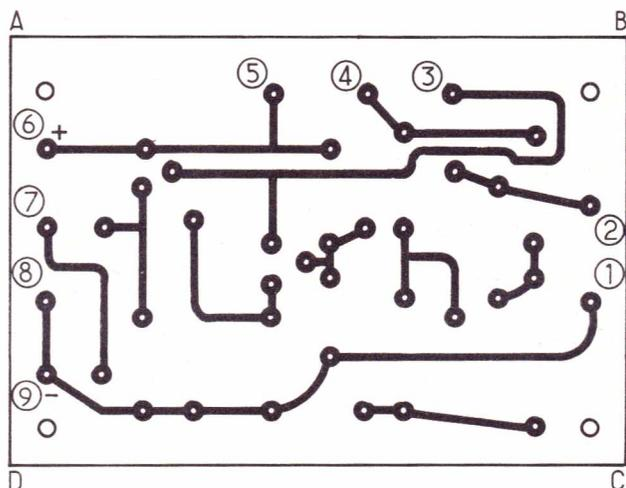
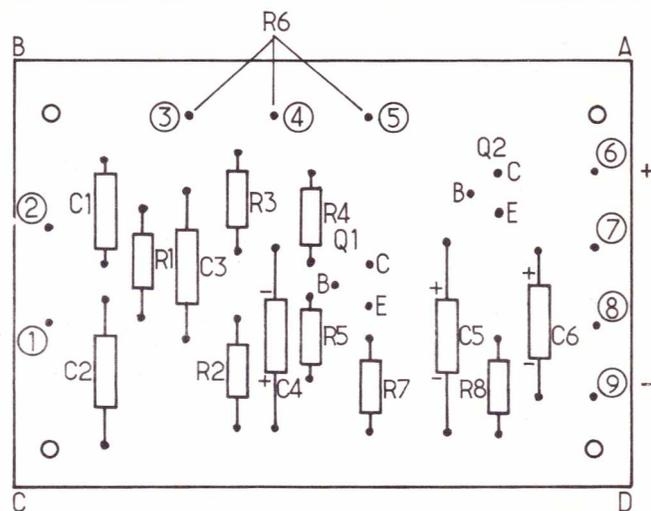
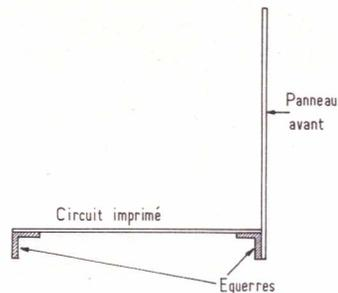

Figure 3
Figure 4
Figure 5
Les liaisons entre les deux plaquettes se feront aux points (1) à (9) comme on l'a précisé sur le schéma de la figure 1. Ces « points » sont représentés par des petits cercles noirs. Pour la platine, il faut réaliser un circuit imprimé conforme à celui de la figure 3. Actuellement, il existe dans le commerce des « kits » contenant tout ce qu'il faut pour réaliser soi-même des circuits imprimés, rapidement et économiquement.
Le plan de la figure 3 est celui de la face « cuivre » de la platine imprimée. Les « connexions » apparaissent en noir et la partie isolée en blanc. Les points de fixation sont représentés par les points A B C D qui permettent également le repérage des diverses connexions. La face vue sur la figure 3 est dite face « inférieure » ou face « cuivre ».
La même platine A B C D vue de l'autre face est montrée à la **figure 4**, où l'on voit l'implantation des composants. Les points de terminaison des connexions apparaissent symétriquement à ceux de la figure 3, donc A et D sont à droite, B et C à gauche.
A la **figure 5** on montre, vue de profil, la platine H des figures 3 et 4 et le panneau vertical V sur lequel seront fixés ces composants de réglage, de commutation et de branchement aux dispositifs extérieurs.